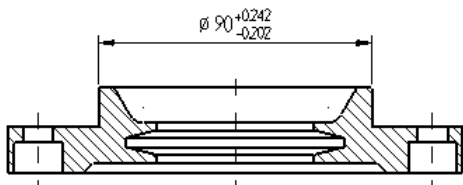
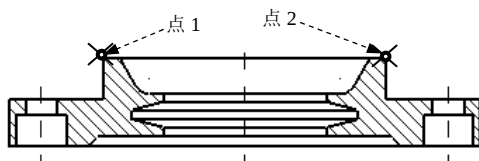

图 4.5.6 标注尺寸
图 4.5.7 定义标注对象
(1) 创建图 4.5.6 所示的水平尺寸。
① 选择命令。选择下拉菜单 **绘图(C)** → **尺寸标注(D)** → **标注尺寸(D)** → **水平标注(H)** 命令，系统弹出“尺寸标注”工具栏。
② 定义标注对象。在绘图区选取图 4.5.7 所示的点 1 和点 2 为标注的对象。
③ 设置标注参数。在“尺寸标注”工具栏中单击  按钮使其处于按下状态，添加直径符号；单击  按钮，系统弹出“自定义选项”对话框。在“自定义选项”对话框中单击 **尺寸属性** 选项卡，在 **公差** 区域的 **设置** 子区域的下拉列表中选择 **+/-** 选项，然后分别在 **向上:** 文本框和 **向下:** 文本框中输入值 0.242, -0.202；单击  按钮退出“自定义选项”对话框。
④ 放置尺寸。在图 4.5.6 所示的位置放置尺寸。